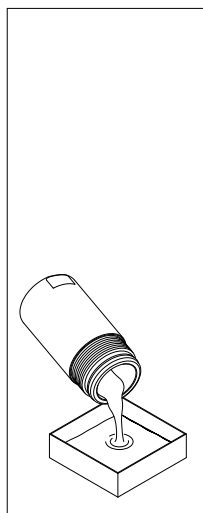

fig. 9
- (Fig. 9) Svotare il fluido di lavoro dal contenitore al recipiente di raccolta